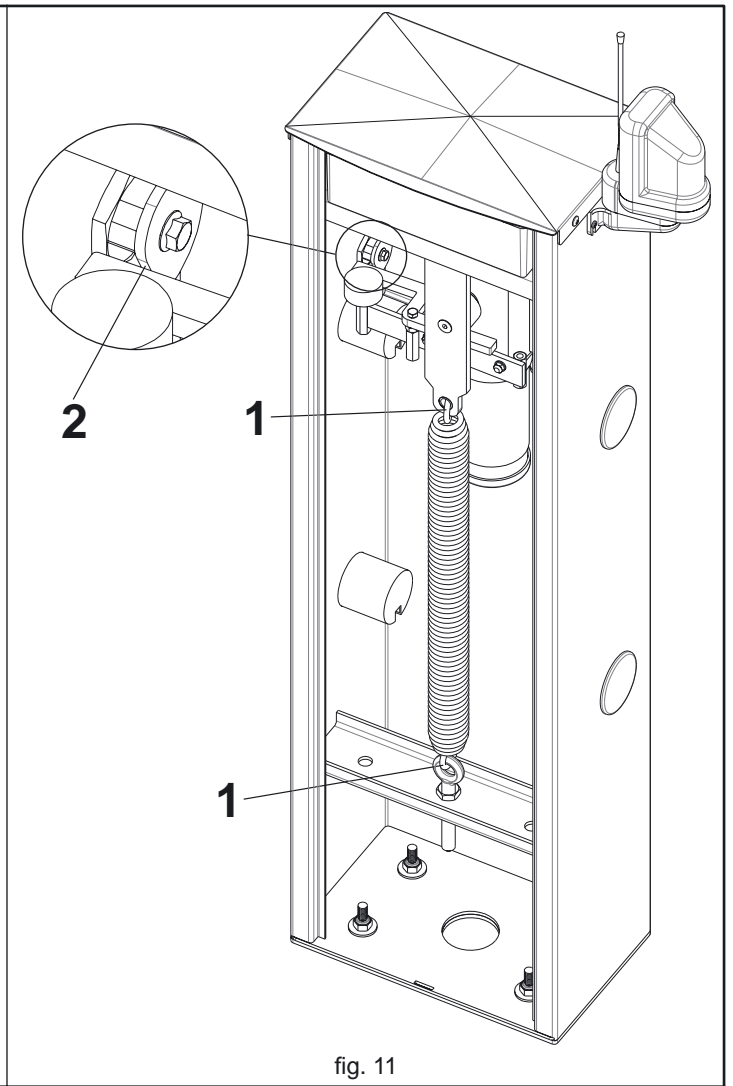

fig. 11
- 2_ die Ösen der Ausgleichsfeder einfetten (1, Abb. 11);
- 3_ die Stelle einfetten, an der sich der Nocken der manuellen Entriegelung und der Entriegelungshebel berühren (2, Abb. 11).